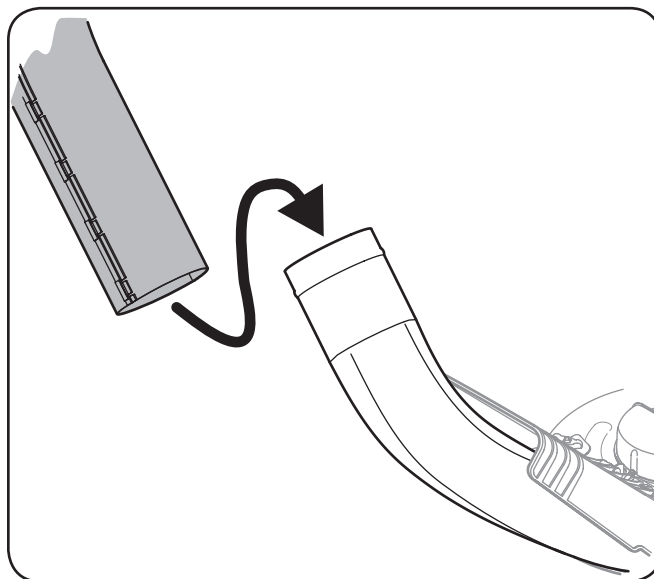

Figura 4-26
3. Ahora que se puede mover el tubo del canal de descarga para atrás y para adelante, deslícelo sobre el codo del canal montado sobre la plataforma de corte, como se ve en la Figura 4-26.